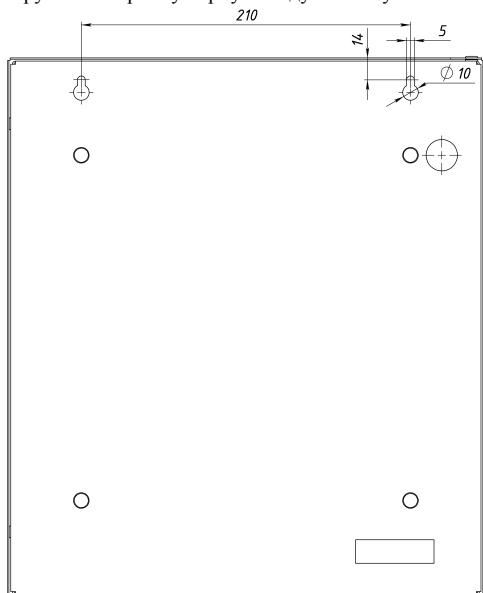

Рисунок 3 - Установочный чертёж модуля
- Открутите винты, фиксирующие переднюю крышку модуля. Откройте переднюю крышку. Пропортируйте в стене два отверстия. В отверстия вкрутите шурупы и подвесьте на них модуль. Установку модуля на стену производите, ориентируясь по чертежу корпуса модуля - Рисунок 3.